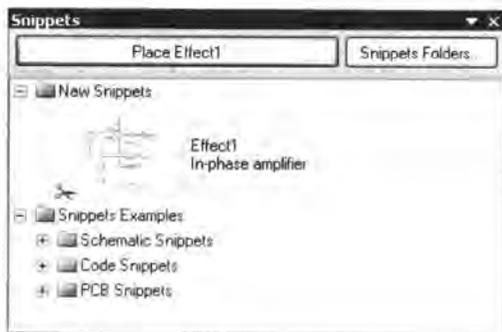

图 4-35 摘录已保存
- [5] 执行【View】/【工作区面板】/【System】/【Snippets】命令，打开【Snippets】面板。可以看到，在“New Snippets”文件夹中以缩略图的形式存放着名称为“Effect1”的摘录，并被保存为标准的原理图文件，如图 4-35 所示。